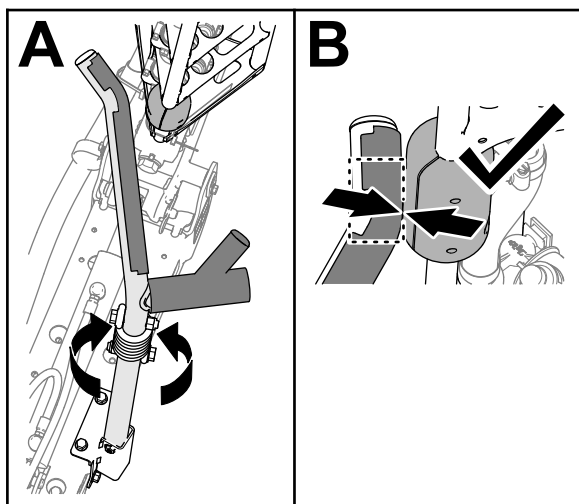

図 117
4. クレードルアセンブリを回転させてクレードルチューブをブームの上部チューブにあるスライドブロックに合わせる 図 117。
**注** ブロックが上側クレードルチューブの曲がり部分に当たっていれば調整は適切です 図 117。